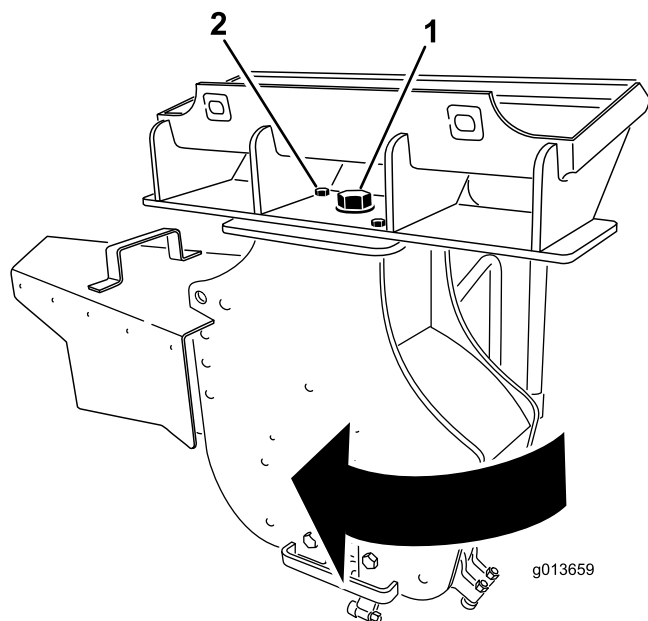

図 13
3. グラインダの上部にある大きなボルトをゆるめる 図 13。
4. グラインダを固定している前ボルトとナットを外す 図 13。
5. グラインダを右まわりに 30 度回転させる 図 13。
6. 図 13 のように、グラインダの上部にある大きなボルトを、406 Nm42 kg.m = 300 ft-lb にトルク締めする。
7. 図 13 のように、前ボルトとナットを取り付けて、101 Nm10 kg.m = 75 ft-lb にトルク締めする。
13. グラインダの上部にある大きなボルトをゆるめる 図 13。
14. グラインダを固定している前ボルトとナットを外す 図 13。
15. グラインダを左まわりに 30 度回転させる 図 13。
16. 図 13 のように、グラインダの上部にある大きなボルトを、406 Nm42 kg.m = 300 ft-lb にトルク締めする。
17. 図 13 のように、前ボルトとナットを取り付けて、101 Nm10 kg.m = 75 ft-lb にトルク締めする。